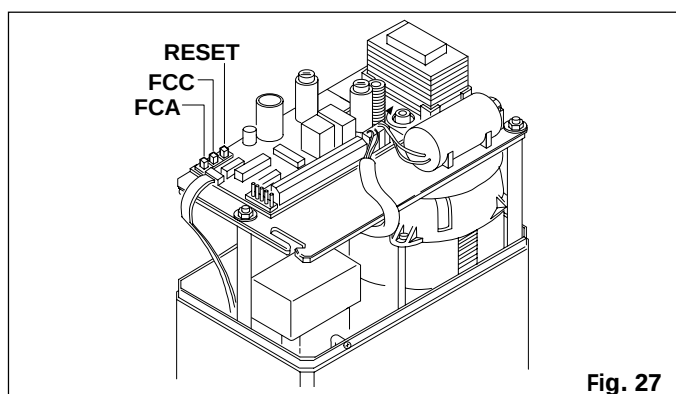

Fig. 27
- (7) Senza muovere il cancello eseguire nell'ordine le seguenti operazioni sull'apparecchiatura 826 MPS fig. 27:
- (8) Attendere qualche secondo e portare manualmente il cancello nella posizione di fine corsa di chiusura lasciando qualche centimetro dall'arresto meccanico di chiusura.
- (9) Senza muovere il cancello eseguire nell'ordine le seguenti operazioni sull'apparecchiatura 826 MPS fig. 27:
- (10) Ribloccare l'operatore muovendo il cancello fino all'ingranamento dello sblocco.
- (11) Inviare un impulso di open e verificare l'apertura del cancello e conseguente arresto dopo un breve rallentamento sul finecorsa di apertura programmato.
- (12) Inviare un successivo impulso e verificare la chiusura.
- (13) Per modificare la programmazione dei finecorsa ripercorrere la sequenza di operazioni dal punto 3) al 12).